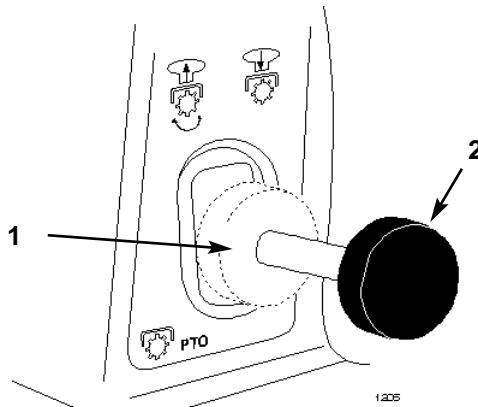

Fig. 7
2. Tirate la leva della presa di forza in posizione "ON" (Fig. 7).
2. Spingete la leva della presa di forza in posizione "OFF" (Fig. 7)
Il contaore (optional su alcuni modelli) registra il numero di ore di esercizio del motore (Fig. 7), ed è attivato quando la chiave di accensione è in posizione "RUN" (in moto) o "LIGHTS" (fari). Consultate i tempi di manutenzione ordinaria per la programmazione.